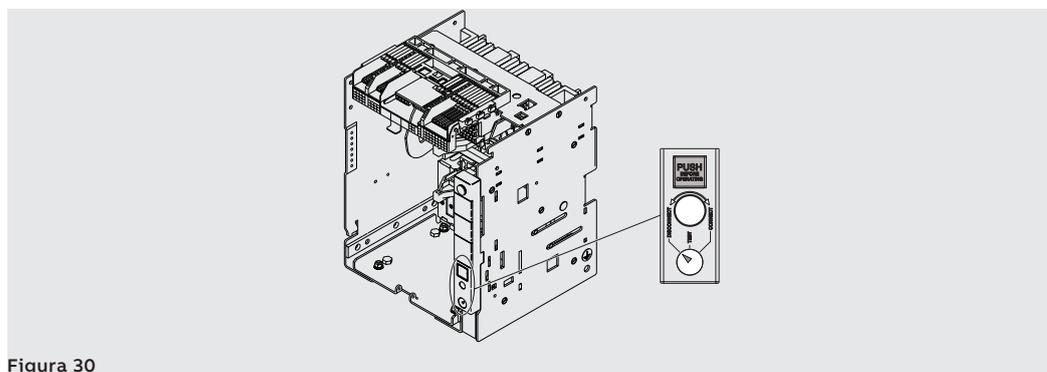

Figura 30
2. Verificar que el indicador en la parte fija señale la posición **DISCONNECT**. Véase Figura 30.